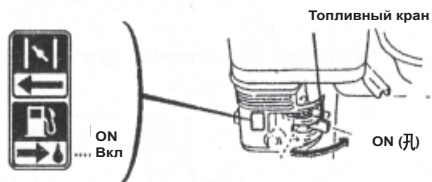

Рис.13
1.Установите топливный кран в положение «ON» («Вкл.») (Рис. 13)
а) Поверните переключатель двигателя в положение «ON» («Вкл.») (Рис. 13)